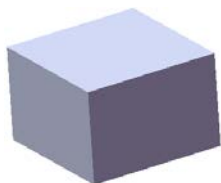
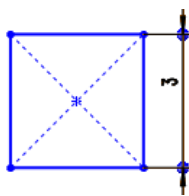

图 12.3.2 凸台一拉伸 1
图 12.3.3 横断面草图
Step2. 创建图 12.3.2 所示的零件基础特征——凸台一拉伸 1。
(1) 选择命令。选择下拉菜单 **插入(I)** → **凸台/基体(B)** → **拉伸(E)...** 命令(或单击“特征(F)”工具栏中的 按钮)。
(2) 定义特征的横断面草图。
① 定义草图基准面。选取前视基准面作为草图基准面。
② 定义横断面草图。在草图环境中绘制图 12.3.3 所示的横断面草图。
③ 选择下拉菜单 **插入(I)** → **退出草图** 命令，退出草图环境，此时系统弹出“凸台一拉伸”对话框。